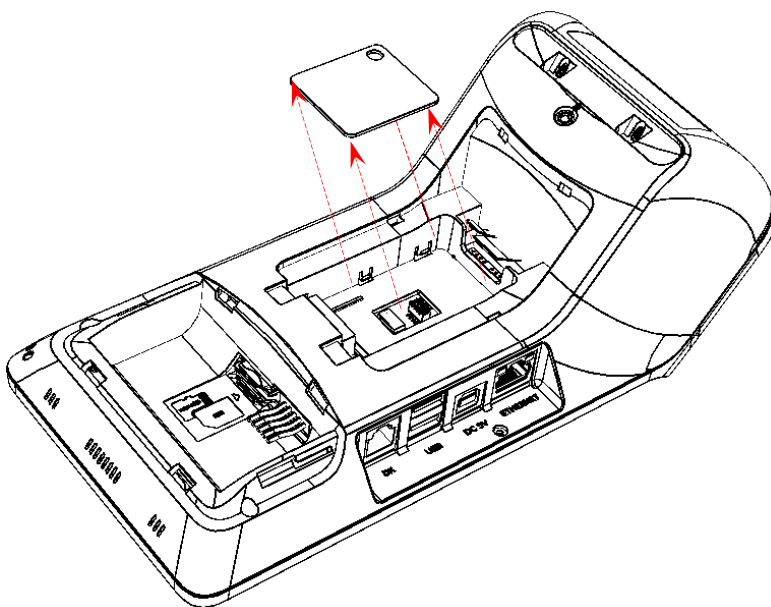

Рисунок 14. Отделение переходной панели
15. Установить в отсек для ФН переходную панель (рисунок 14).